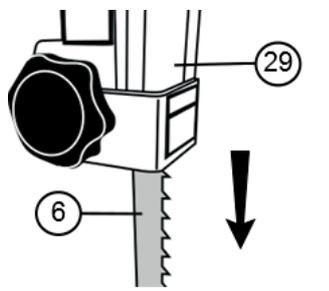
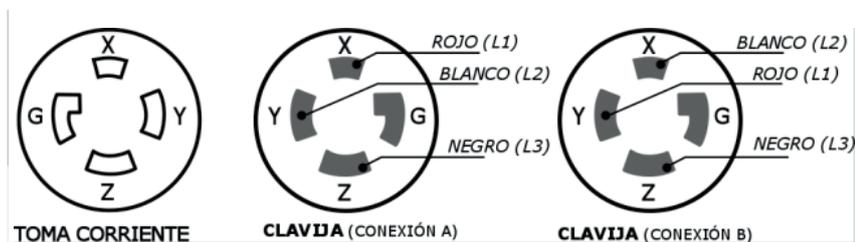

Fig. 5A
Fig. 5B
Antes de completar la conexión eléctrica, revise el sentido hacia donde se mueve la cinta sierra (6). Cuando el botón de encendido es presionado, la cinta sierra debe moverse de arriba hacia abajo (ver fig. 5A). Si la cinta sierra se mueve de abajo hacia arriba, apague y desconecte el equipo. Intercambie dos de los 3 cables de alimentación (Ver Fig. 5B).